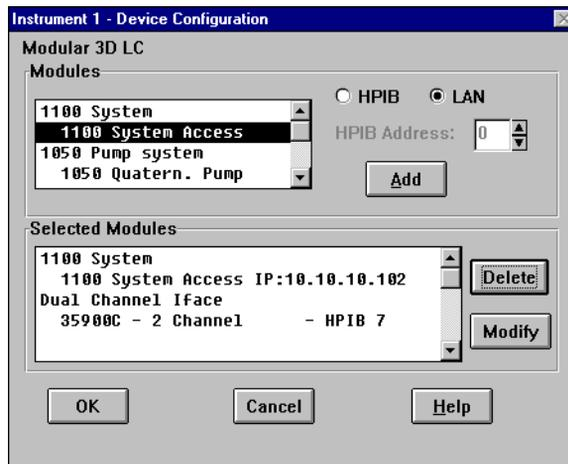

Figure 18 Editeur de configuration de la ChemStation Agilent :Dialogue de configuration du matériel
- 8 Dans la boîte de dialogue Device Configuration (configuration du périphérique), sélectionnez "1100 System Access" dans la liste proposée (voir la Figure 18 on page 97). Dans le cas d'une connexion par l'intermédiaire d'une interface GPIB, sélectionnez le bouton d'option GPIB et sélectionnez l'adresse GPIB du module auquel le câble GPIB est connecté ; c'est l'adresse GPIB d'accès au système. Dans le cas d'une connexion à un réseau local, sélectionnez le bouton d'option LAN. Cliquez sur le bouton Help de la boîte de dialogue Device Configuration pour faire apparaître la liste des adresses GPIB par défaut pour les instruments d'analyse Agilent Technologies.